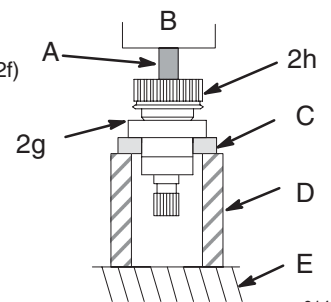

Fig. 16
4. **À l'aide d'une presse hydraulique**, après avoir placé les morceaux de barres d'acier sur la bague de roulement intérieure du gros palier (2g), faire passer l'arbre à travers le moyeu et le palier. Voir Fig. 16.